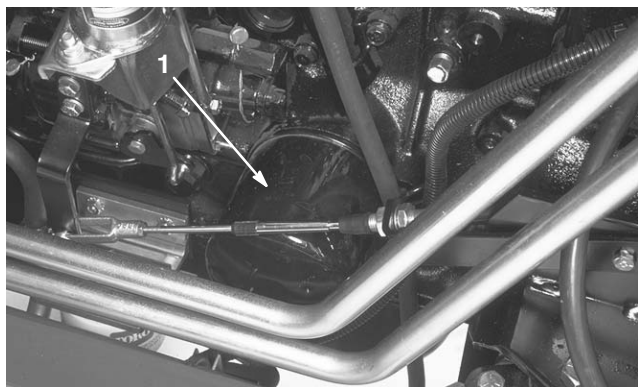

Figure 39
3. Retirez le bouchon de vidange pour permettre à l'huile de s'écouler dans le bac de vidange. Déposez et remplacez le filtre à huile (Fig. 39) ; reportez-vous au catalogue de pièces pour le numéro de référence du filtre de rechange. Appliquez une couche d'huile sur le joint torique du filtre et serrez-le à la main.